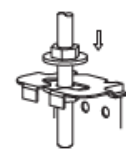

Fig. 5-7
- Fixati bine ventiloconvectorul prin strangerea piulitelor, dupa ce ati reglat corect pozitia unitatii. (*consultati fig. 5-7*)